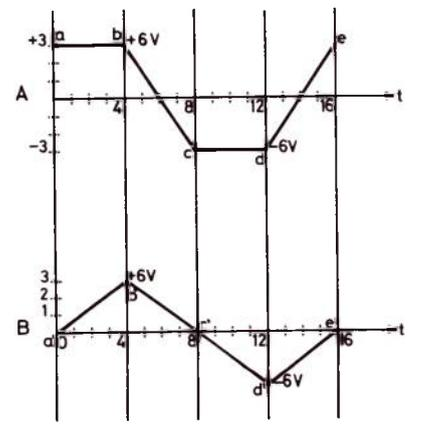

Figure 6
D'autre part, comme le montre la figure 6, les signaux en (A) (écrêtés) et en B (triangulaires) sont déphasés.